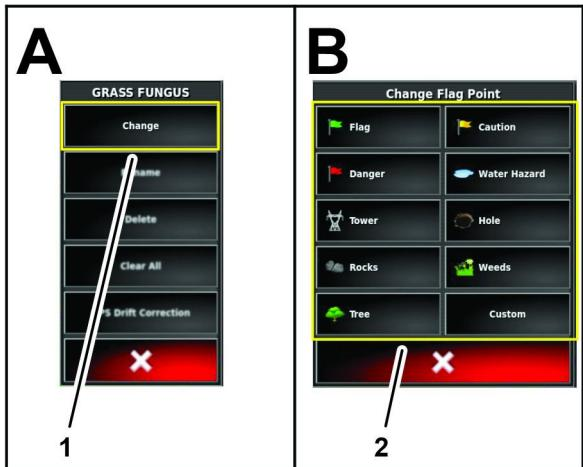

图 84
- 在编辑标志旗菜单中按更改图标图 84。
- 在更改标志旗点菜单中按标志旗点类型图标图 84。